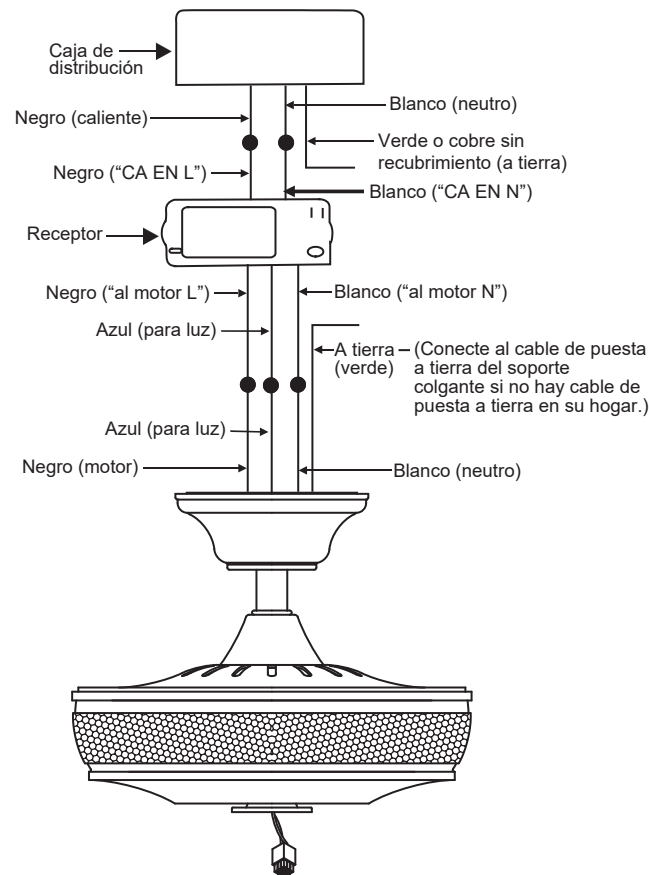

Fig. 14
Paso 2. Conexiones eléctricas del motor al receptor: (Fig. 14)
Paso 3. (Fig. 14) Conexiones eléctricas del receptor a los cables de alimentación del hogar:
Paso 4. (Fig. 14) . Si su caja de distribución tiene un cable de puesta a tierra (verde o cobre sin recubrimiento), conéctelo a los cables de puesta a tierra del ventilador; en caso contrario, conecte el cable de puesta a tierra del soporte colgante al soporte de montaje. Asegure la conexión eléctrica con una tuerca de plástica para cable proporcionada. Después de haber conectado los cables, sepárelos de manera que el cable verde y el cable blanco queden de un costado de la caja de distribución y el cable azul y el cable negro queden del otro costado. Empuje con cuidado las conexiones de cables hacia arriba dentro de la caja de distribución.